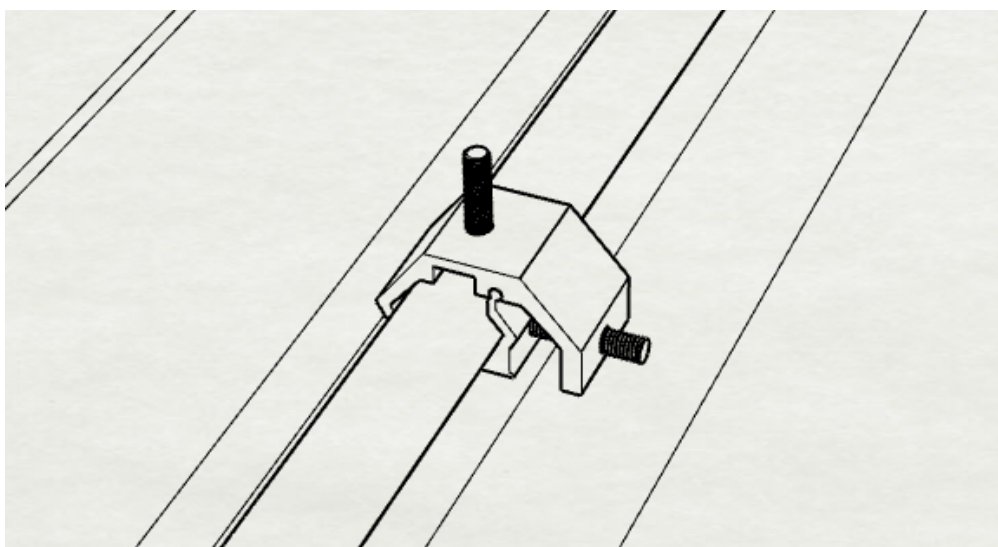
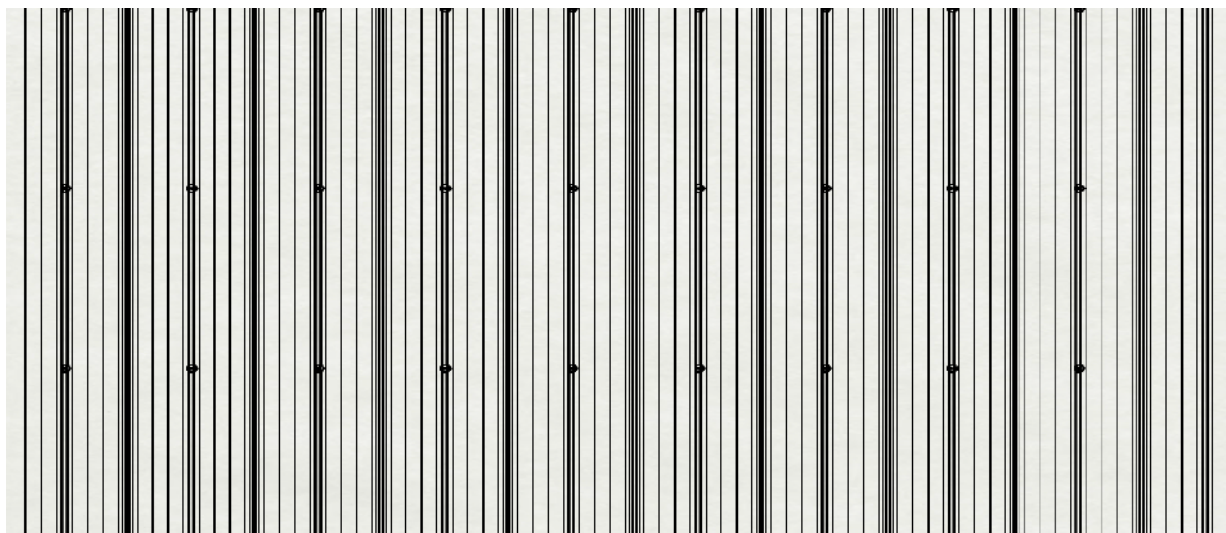

図 2
図 3
- 墨出しの位置に基づいて、クランプのベースを金属屋根の山に取り付け、M 6 ボルトを使用してクランプベースを締め付けて取り付けます (図 2)。全体の取り付け効果は次の通りです (図 3)。クランプベースは、実際のプロジェクトに金属屋根の山の形状に応じて調整されます。